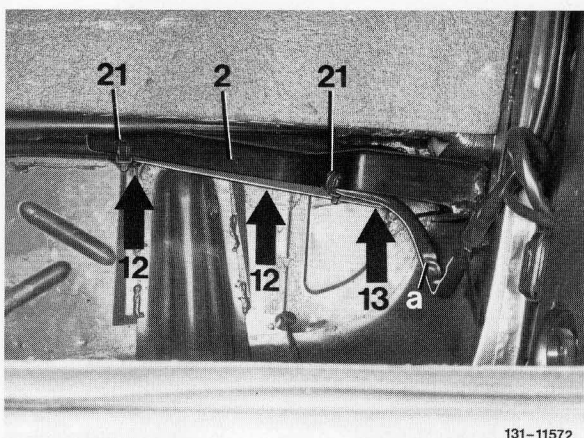

Bild 2
9 Links und rechts vom Kofferraum aus je drei Löcher für die Schrauben (12 und 13) mit 10 mm Durchmesser in den Heckboden bohren. Diese Bohrungen zu Langlöchern nacharbeiten, dazu die Löcher der eingebauten Versteifungsträger (2 und 3) als Schablone benutzen (Bild 2).
8 Querträger (1) zusammen mit den Versteifungsträgern (2 und 3) und den Teilen (5 bis 8) am Heckmittelstück anschrauben, dabei links Schrauben (7 und 8) und rechts Schrauben (8) verwenden (Bild 2 und 3).
12 Versteifungsträger (2 und 3) zusammen mit den Längsträgern (9 und 10) und den Teilen (12 und 13) am Heckboden vom Kofferraum aus festschrauben (Bild 2).
15 Hauptleitungssatz am linken Versteifungsträger (2) mit den Kabelbändern (21) befestigen (Bild 2).